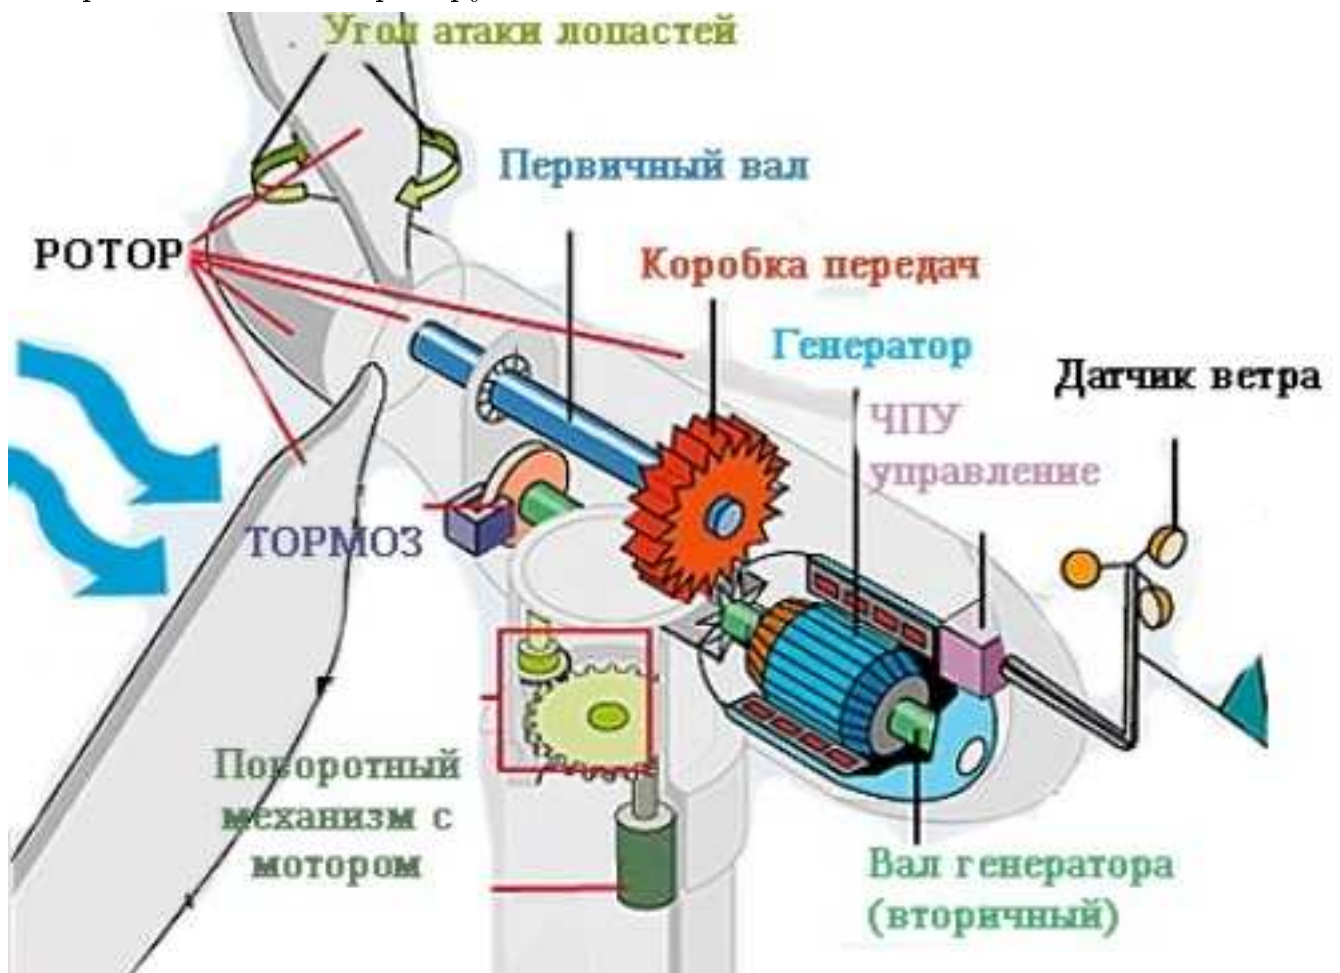

Рис. 1: Упрощенная схема горизонтального ветрогенератора
1. Собрать установку в конфигурации "Изучение ветроэнергетики" согласно рис.1. **ВНИМАНИЕ:** запрещается прикладывать чрезмерные усилия для закрепления разъема, соединяющего модуль управления с генератором воздушного потока, так как это может повредить соединительные элементы. При сборке установки расположить ветрогенератор так, чтобы непосредственно за ним не располагались легкоподвижные предметы, которые могут быть унесены потоком воздуха!